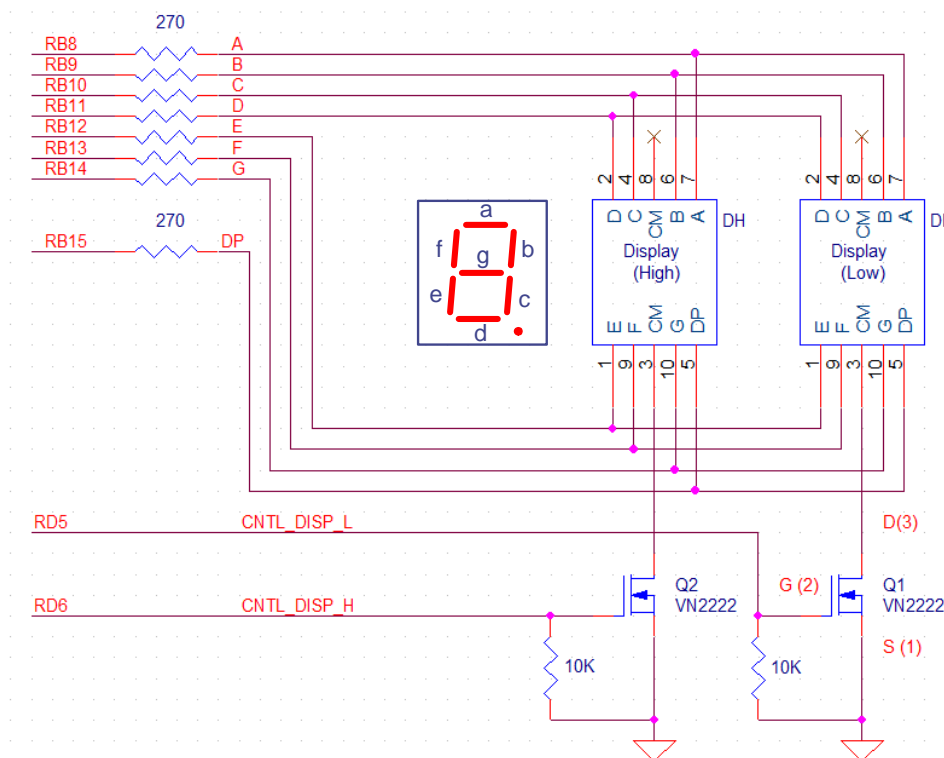

Figura 3. Ligação de dois *displays* de 7 segmentos ao porto B do PIC32.
3. Pretende-se agora interagir com o sistema de visualização já montado anteriormente na sua placa (Figura 3).
- Escrever no porto B a combinação binária que ative apenas o segmento do *display* correspondente ao carácter lido; note que a Figura 3 contém a informação de qual o porto que corresponde a cada segmento: por exemplo, o segmento A está ligado ao porto **RB8**.